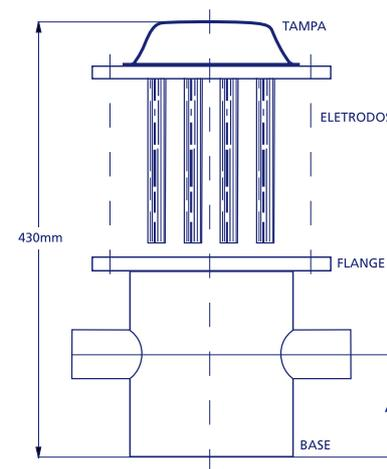

Fig. 02
- O local de instalação das cubas deverá ser de fácil acesso e ter espaço suficiente acima das mesmas para permitir a retirada do conjunto de eletrodos. Ver fig. 02 (Pág 4)